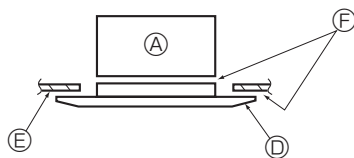

Fig. 5-8
- * Убедитесь в отсутствии зазоров между основным блоком и решеткой, а также между решеткой и поверхностью потолка. (Fig. 5-8)